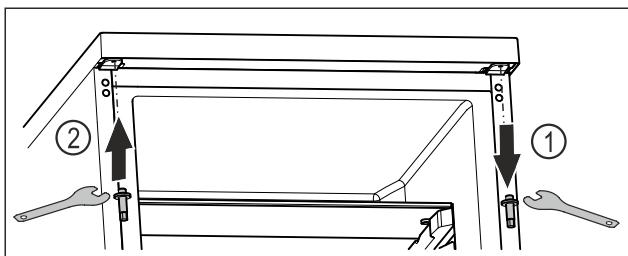

Fig. 23
- Відкрутіть верхній болт за допомогою шестигранного ключа. Fig. 23 (1)
- Затягніть болт із протилежного боку за допомогою шестигранного ключа. Fig. 23 (2)